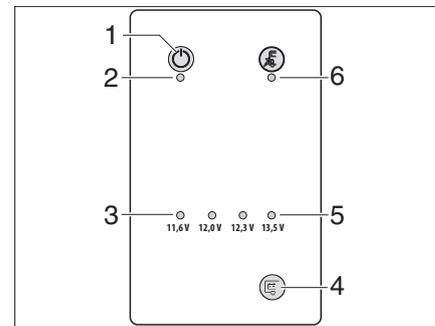

Fig. 64 Pannello di controllo LT 104
Con il pulsante sensibile al tocco (Fig. 64,4) si può visualizzare il valore della tensione della batteria dell'abitacolo.
I LED di controllo (Fig. 64,5) indicano la tensione della batteria.
- Il LED rosso di avviso (Fig. 64,3) è acceso: Tensione della batteria maggiore di 11,6 V
Il LED rosso di avviso (Fig. 64,3) si accende quando la tensione della batteria dell'abitacolo scende fino a 11 V (misurazione durante il normale esercizio) con conseguente rischio che la batteria si scarichi completamente.
L'interruttore principale 12 V (Fig. 64,1) inserisce o disinserisce il pannello di controllo e l'alimentazione a 12 V dell'abitacolo. Eccezione: A seconda del modello, il riscaldamento e la riserva 4 rimangono pronti all'uso.
- ▶ Toccare il pulsante sensibile al tocco (Fig. 64,1).
l'alimentazione a 12 V dell'abitacolo è inserita. La spia di controllo a 12 V (Fig. 64,2) diventa verde.
- ▶ Toccare di nuovo il pulsante sensibile (Fig. 64,1).
L'alimentazione a 12 V dell'abitacolo è disinserita. La spia di controllo a 12 V (Fig. 64,2) si spegne.
La spia di controllo 12 V (Fig. 64,5) si accende non appena l'interruttore principale 12 V (Fig. 64,6) viene inserito.
La spia di controllo 230 V gialla (Fig. 64,1) si accende quando all'ingresso della centralina elettrica è presente una tensione di rete.